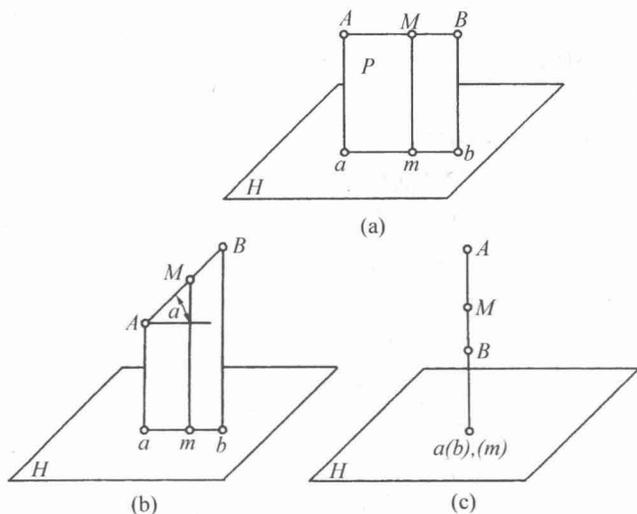

图1-3 线段的正投影
[见图1-3 (a)]。
2) AB 线段倾斜于投影面 (H)， AB 在 H 面投影 ab ，比空间 AB 线段缩短，即 $ab=Ab\cos\alpha$ [见图1-3 (b)]。
3) AB 线段垂直于投影面 (H)， AB 线段在 H 面投影积聚为点 a (b) (过端点 A ， B 引垂线与自身 AB 重合)，在 AB 上任意一点投影都与 a (b) 相重合 [见图1-3 (c)]。